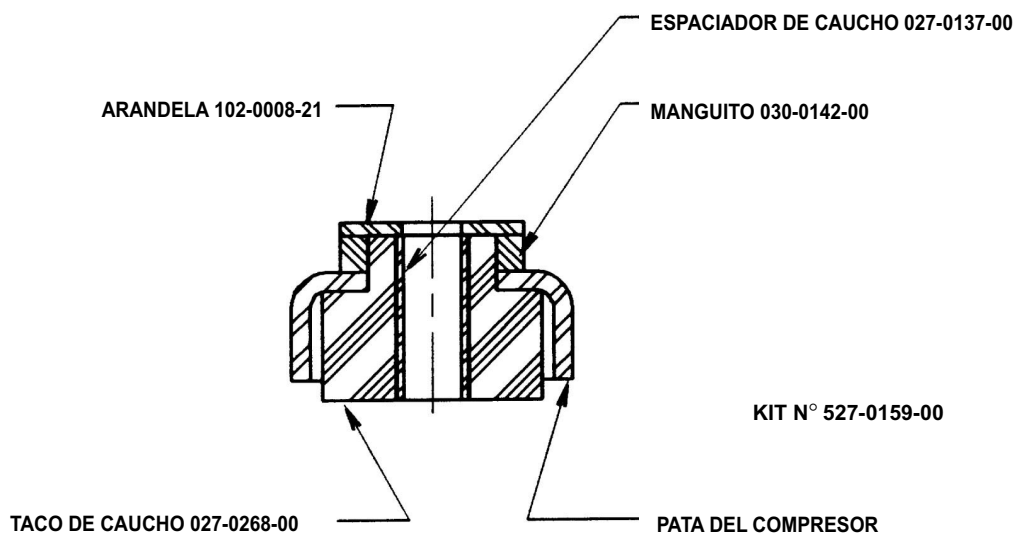

Figura 5B
Unidades Condensadoras – Se recomiendan tacos de montaje blandos para la aplicación de unidades condensadoras equipadas con compresores Scroll Glacier ^(MR) de 7,5 a 15 HP. Refiérase a la Figura 5B.